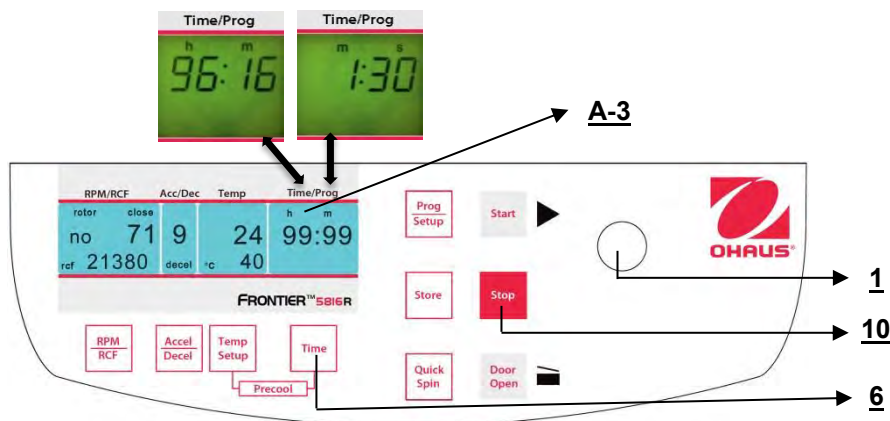

Abbildung 17
3. Der dauerhafte Betrieb **"cont"**, der durch die Taste **"Stop"** (10) unterbrochen werden kann (siehe Abbildung 17).
Die Anzeige zeigt immer die verbliebene Zeit. (Siehe Abbildung 17)